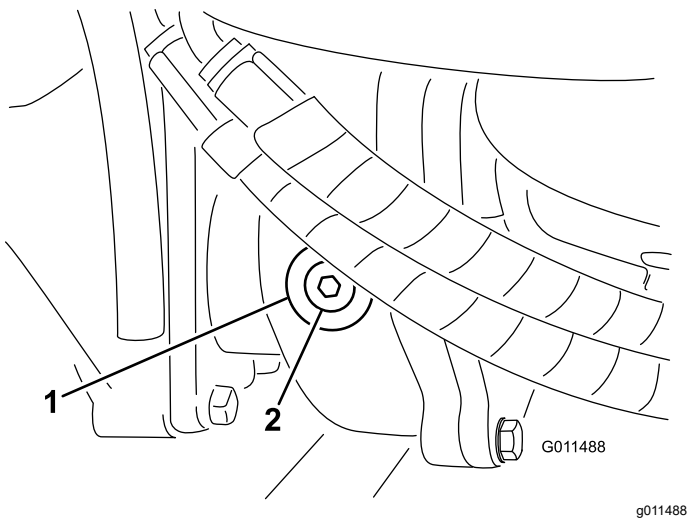

Figura 76
2. Retire el tapón de verificación/llenado del lado izquierdo de la caja de engranajes y asegúrese de que el lubricante llega al borde inferior del orificio (Figura 76).